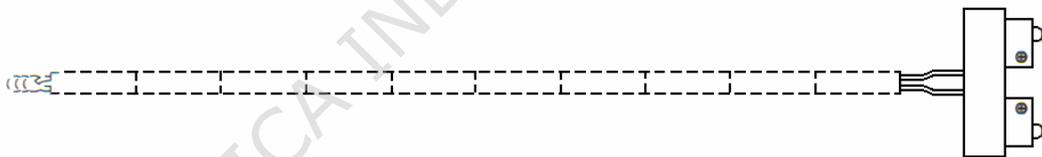

Fig. 5 BLOCK TERMINAL PARA ELEMENTO
**-Block terminal:** es un block de material aislante, con terminales metálicas, para sostener mecánicamente y conectar eléctricamente los extremos de los conductores del elemento. (Fig. 5).